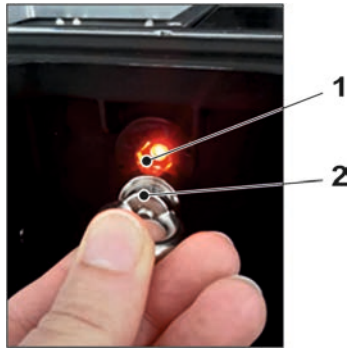

Abb. 31-20 Aufwecken des NivuFlow Mobile
2. NivuFlow Mobile „aufwecken“: dazu den mitgelieferten Magneten (Abb. 31-20 Pos. 2) vor den Reedkontakt (Abb. 31-20 Pos. 1; vorne am NFM) halten bis die LED leuchtet.